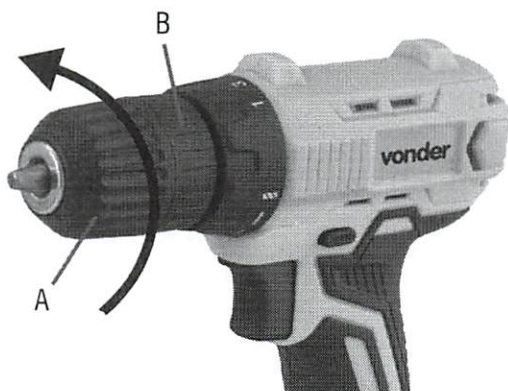

Fig. 3 – Abertura do mandril
- Para abrir o mandril do equipamento, segure a parte B e gire-a no sentido anti-horário à parte A, conforme mostra a Fig. 3.